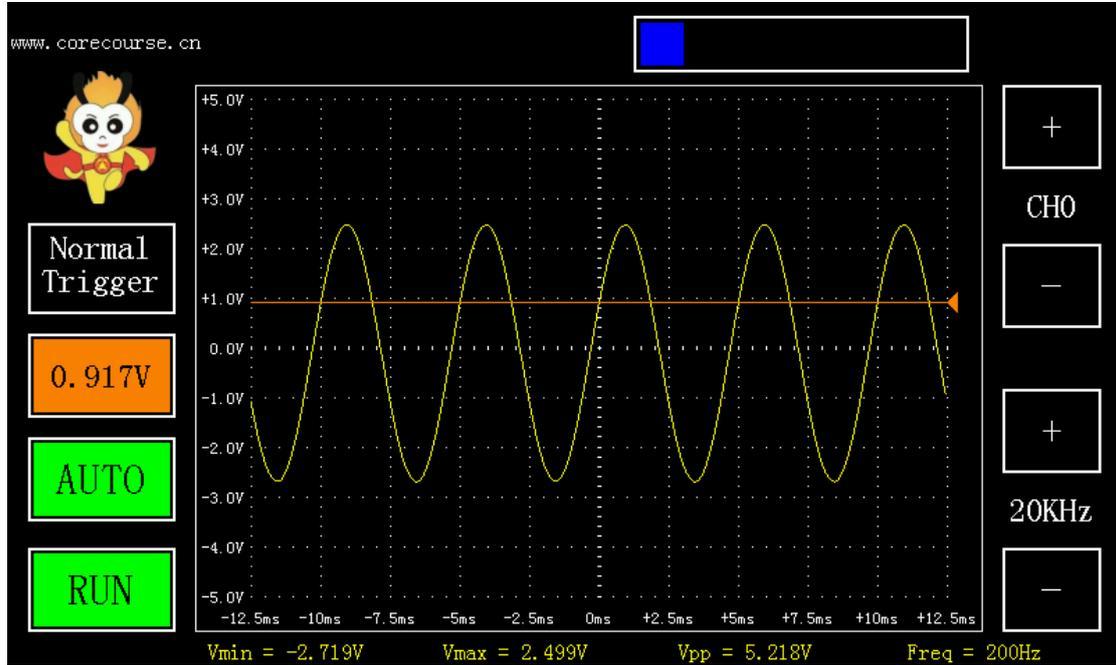

图 1-31 普通触发示意图
- 2. 普通触发：触发值由用户自己选择。如下图 1-31，点击触发模式切换按钮，切换到普通触发模式，然后设置触发电压为 0.917V，可以看到波形触发点变为 0.917V。